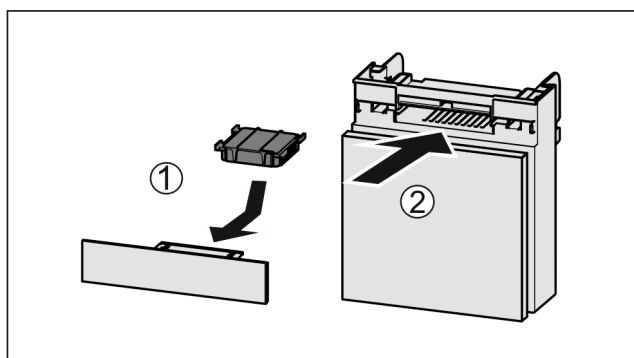

Fig. 171
- ▶ Anbring aktivkulfilteret som vis på billedet Fig. 171 (1).
- ▶ Skub rummet ind Fig. 171 (2).